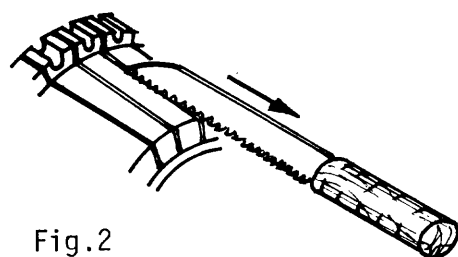

Fig.2
b. Haga avanzar la herramienta de forma que recorra la mica en toda su longitud y retroceda (fig.2), con un movimiento de vaivén hasta que quede 0,5 a 1 mm por debajo de la superficie del colector (fig.3).